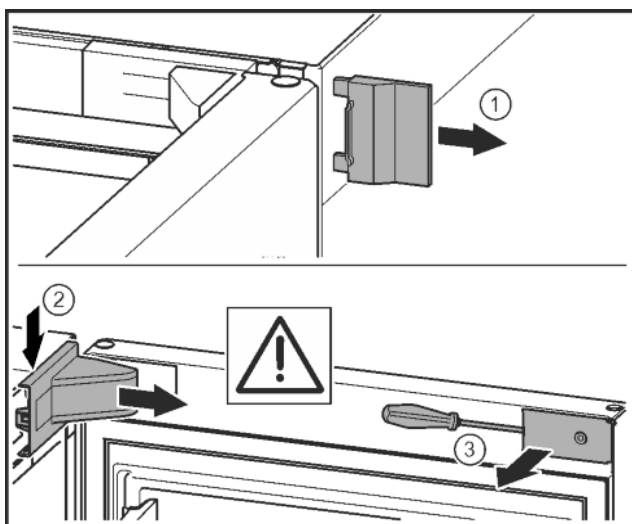

Fig. 8
- Zdjąć zewnętrzną osłonę. Fig. 8 (1)
- Wyczepić i poluzować osłonę płytki zawiasu. Zdjąć osłonę płytki zawiasu. Fig. 8 (2)
- Przy pomocy śrubokręta wyczepić zaślepkę i odchylić w bok. Fig. 8 (3)